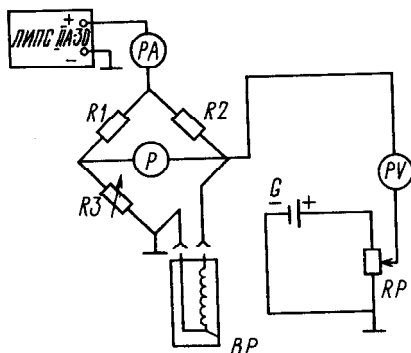

Рис. 2. Схема включения преобразователя ПМТ-6-3:
схему включения образцового преобразователя ПМТ-6-3 (рис. 2).
6.2.1. Калибровка преобразователя. При атмосферном давлении в схеме моста (рис. 2) вывести на нуль потенциометр RP. Изменяя ток питания моста от ДИПС ПА-30 (примерно до 120 мА по амперметру PA), показание вольтметра PV установить на отметке 7,0 В, после чего изменить R3 так, чтобы мост сбалансировался (баланс моста регистрируется по нулевому отсчету гальванометра). Затем ток питания моста уменьшить до нуля и откачать градуировочную камеру до давления не выше 0,1 Па. При этом давлении мост сбалансировать изменением тока питания (примерно до 6 мА по амперметру PA), затем с помощью потенциометра RP установить показание вольтметра PV на нуль. После повторения этих операций (потенциометр RP при этом не выводится) схема моста готова к работе.